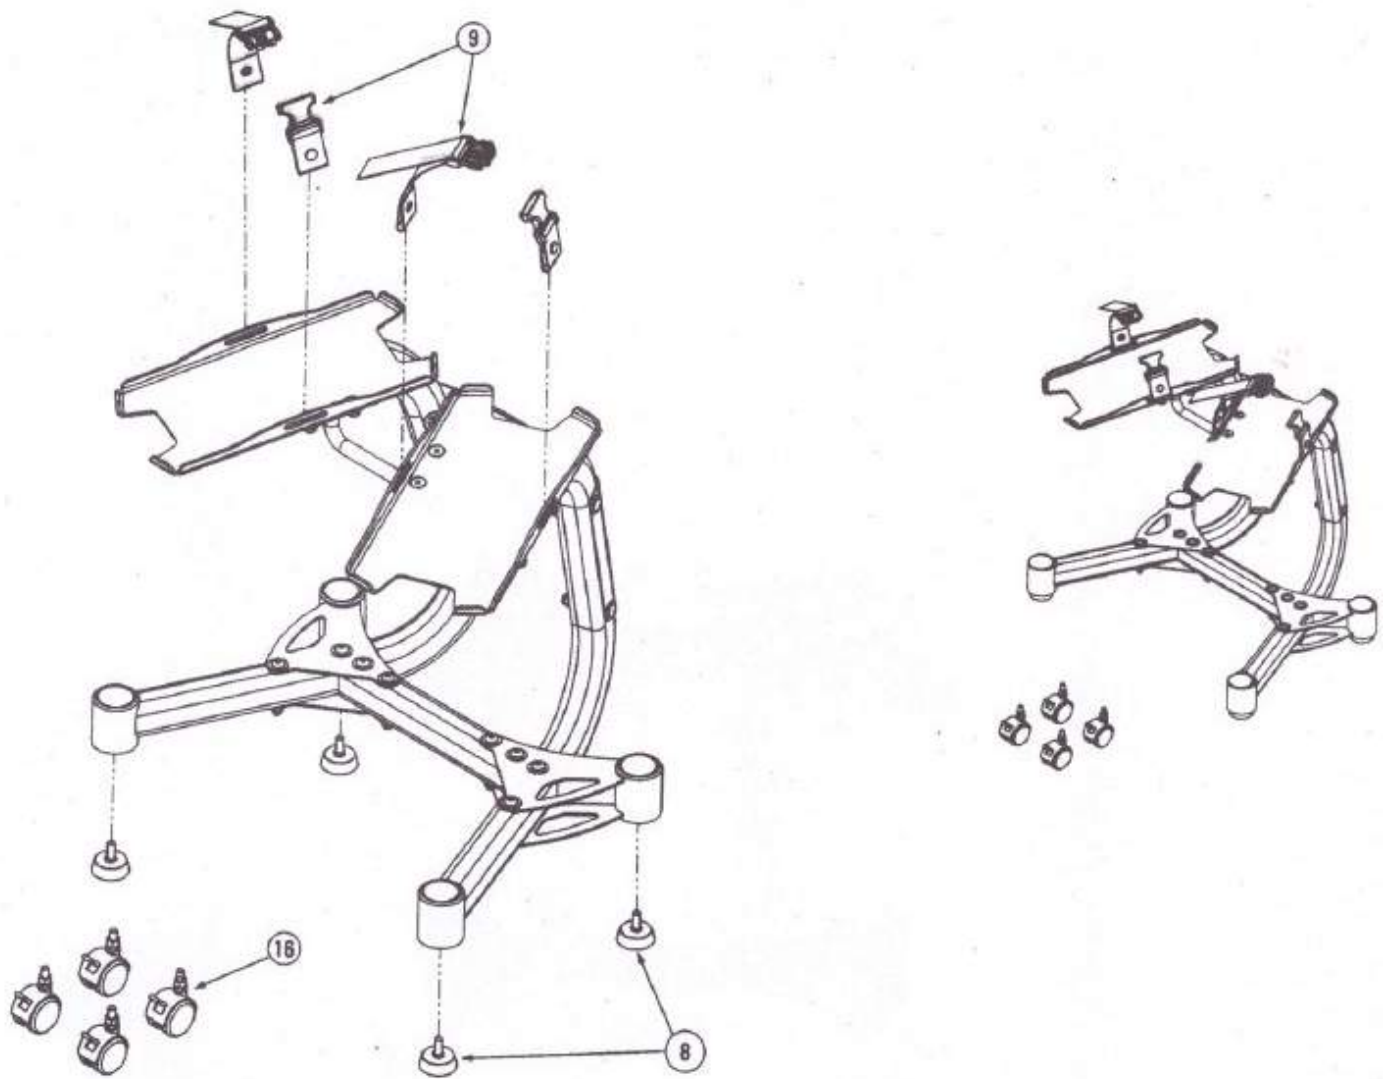

図 8
- フットレスト (⑧) またはキャスター用車輪 (⑯)
- ストラップ押さえ (⑨)
- 8.1. 図 8 に示した金属部品を使って、フットレスト (⑧) またはキャスター用車輪 (⑯) を左後ろスタビライザー (③) と両方のスタンド脚部 (④) に取り付けてください。
- 8.2. 図 8 にあるように、ストラップ押さえ (⑨) を左側ダンベル台 (⑤) と右側ダンベル台 (⑥) に取り付けてください。